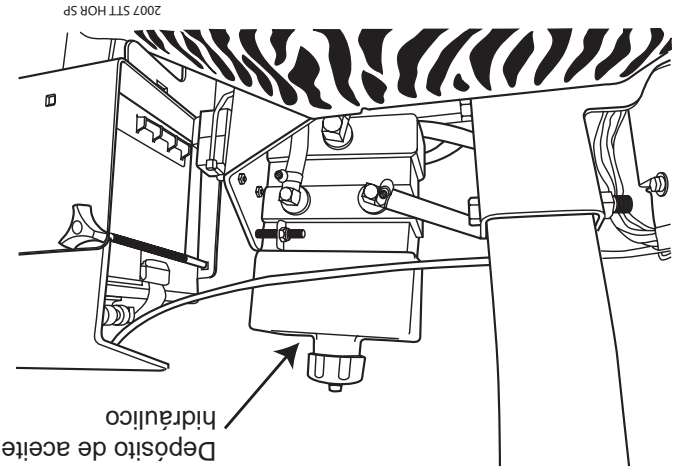

Figura 7-2 Depósito de aceite hidráulico
2. Coloque un recipiente adecuado debajo del depósito de aceite hidráulico. Quite la tapa del depósito de aceite hidráulico. Quite el tapón del drenaje del fondo del depósito. (Vea la Figura 7-2). Permita drenar el fluido en el recipiente y deséchelo apropiadamente.